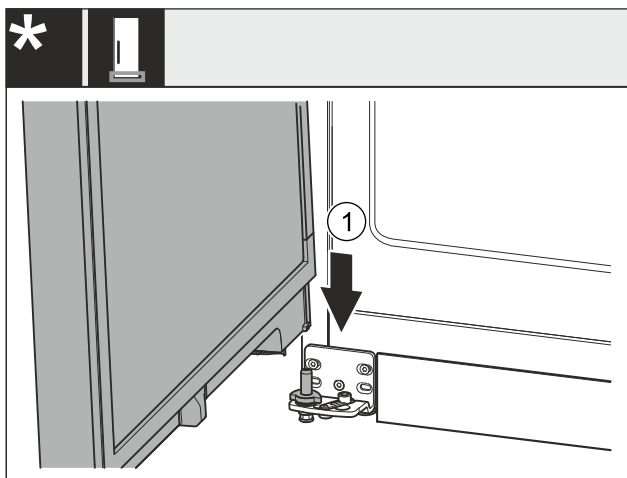

Fig. 29
- Futni derën nga lart mbi bulonin e rrotullimit Fig. 29 (1) poshtë.